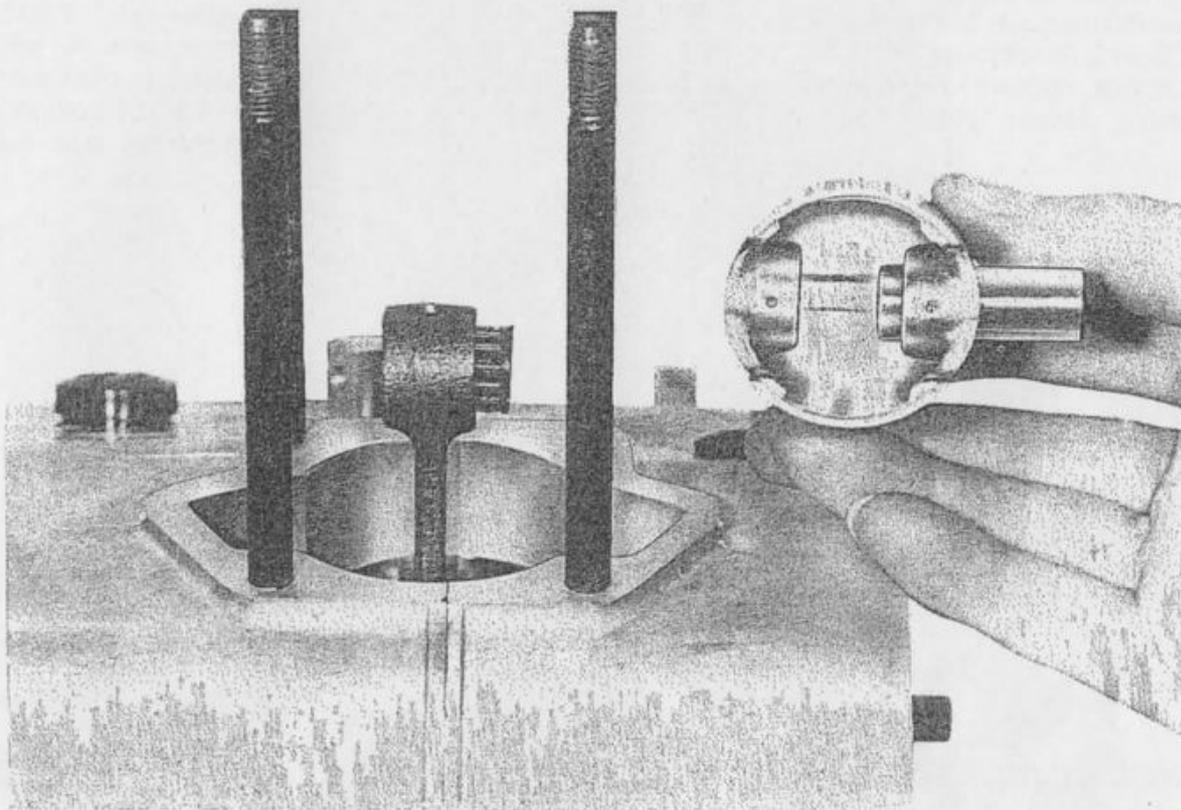
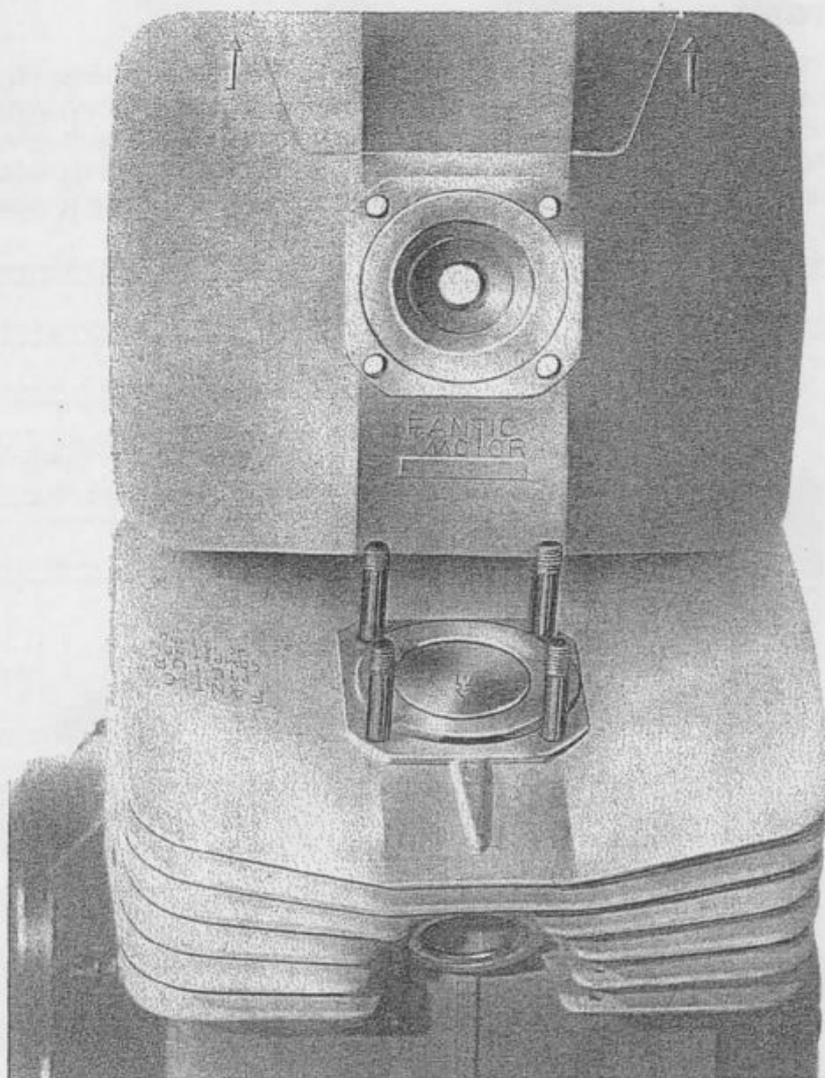

Fig. 42 - Montaggio pistone
Fig. 43 - Lato giusto del pistone montato
- Prima di montare lo spinotto nel pistone (fig. 42), assicurarsi che il pistone stesso sia girato in modo che la freccia marcata sulla testa, sia rivolta verso lo scarico (fig. 43). Questo é molto importante.